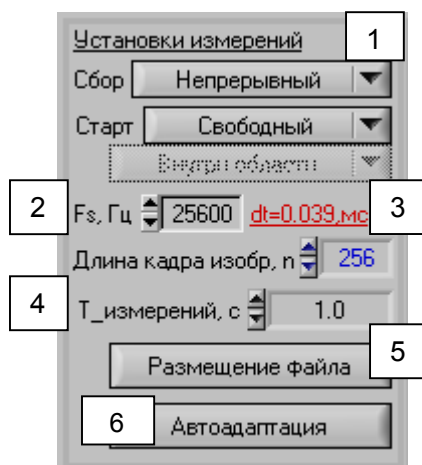
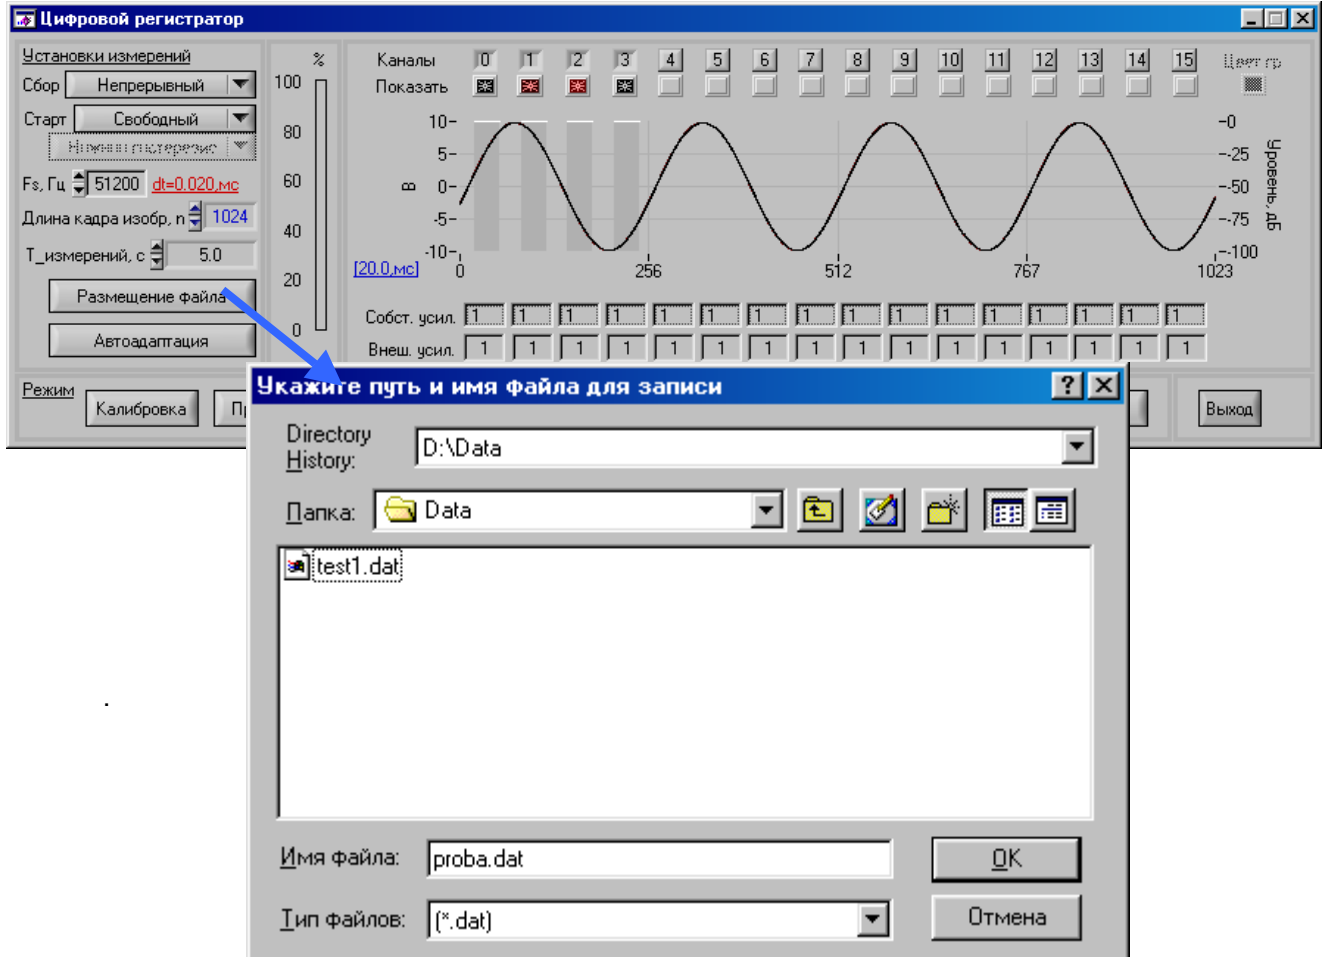
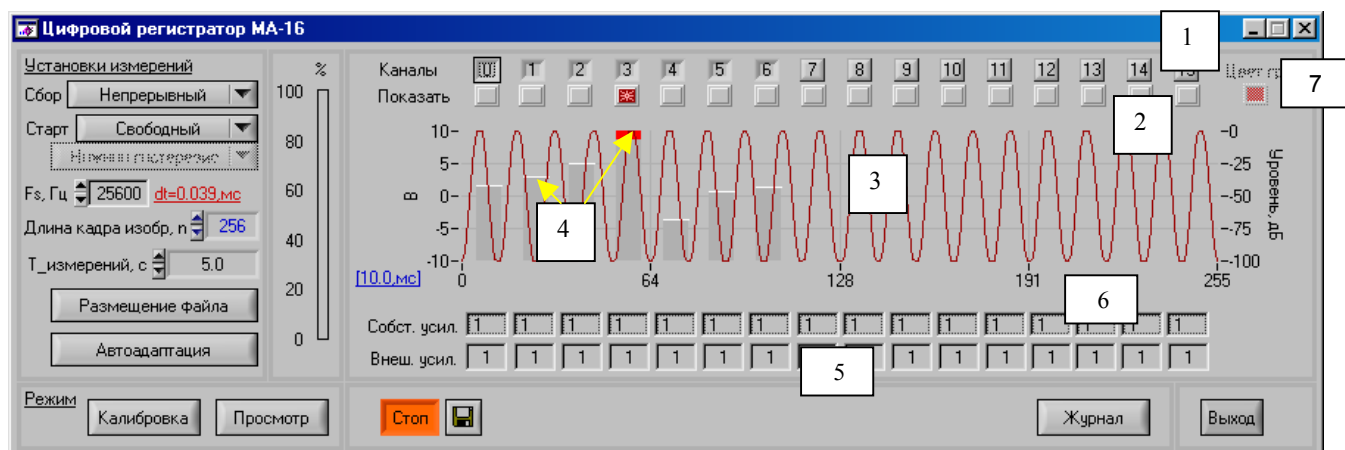

Рис.1.2. Элементы управления поля *Установки измерений*:
Рис. 1.15. Выбор имени файла и места его расположения.
Рис.1.16. Элементы управления поля *Визуализации*:
На рис.1.2 показаны элементы управления поля *Установки измерений*, которые формируют режим запуска измерений (1), обеспечивают выбор частоты квантования (2) и размер кадра данных для визуализации (3), позволяют присвоить имя файлу данных (5), и задать время измерений (4). Элемент управления «Автоадаптация» - (6), обеспечивает автоматический выбор коэффициентов усиления измерительных каналов регистратора.
Стартовый модуль (1), рис.1.2., включает в себя три управляющих элемента, позволяющие формировать режимы запуска измерений и записи данных.
Активация управляющего элемента (5), рис.1.2 вызывает появление дополнительной всплывающей панели рис. 1.15 с предложением указать путь и имя файла для записи. Активация кнопки «ок» в данном случае приведет к созданию на диске “D” в папке “Ni_dat”, файла с именем “test0.dat”. После чего дополнительная панель автоматически закроется. Активация кнопки «отмена» закроет дополнительную панель без создания нового файла.
В поле *Визуализации* расположены управляющие элементы, обеспечивающие выбор измерительных каналов – (1), кнопки включения, отключения изображения сигналов каналов – (2), экран для отображения развития во времени измеряемых сигналов –(3) и уровней действующих значений –(4), выраженных в децибелах, по каждому измерительному каналу. Для отображения ординат мгновенных значений на экране предусмотрена левая ось с линейным масштабом, который автоматически адаптируется к измеряемым сигналам. Правая ось ординат фиксирована, имеет логарифмический масштаб и служит для отслеживания уровня сигнала по каждому каналу. В случае перегрузки, на индикаторе действующих значений канала, появляется мерцающая полоска (см. канал 3, рис.1.16).
Управляющие элементы (5) обеспечивают учет коэффициентов усиления внешней аппаратуры, а элементы (6) обеспечивают выбор собственных коэффициентов усиления каналов. Для учета коэффициентов усиления внешней аппаратуры достаточно занести в соответствующие текстовые поля с клавиатуры значения этих коэффициентов. На рис.1.16 по каналам 0,1,2,3,4,5,7., ...,15 установлены коэффициенты усиления внешней аппаратуры равные единице.
Подобрать требуемые коэффициенты усиления по каналам можно и в автоматическом режиме с помощью клавиши «Автоадаптация», рис.1.2. Активация этой клавиши обеспечит адаптацию измерительных каналов системы к уровням измеряемых сигналов, при этом цвет кнопки «Автоадаптация» изменится. По окончании процесса адаптации цвет кнопки восстановится, а система перейдет в режим измерений. При этом, для каналов, которые в данном измерении не используются (кнопки выбора каналов (1) не включены – рис 1.16), коэффициенты усиления будут выставлены равными единице.
Рис.1.16а. Выбор колера для изображения графика.
Для проведения измерения необходимо задать частоту квантования (рис.1.3), определить время записи (рис.1.2), указать директорию и имя файла (рис.1.15), определить состояние входных усилителей каналов (рис.1.16), провести калибровку измерительных трактов, выбрать режим старта (рис.1.6 – рис.1.14) и произвести кнопкой «Старт» запуск измерений. На экране основной панели регистратора появятся изображения уровней сигналов измерительных каналов, выраженные в дБ. При желании можно просмотреть развитие мгновенных значений сигналов по выбранным каналам, манипулируя рядом кнопок (2), рис.1.16.